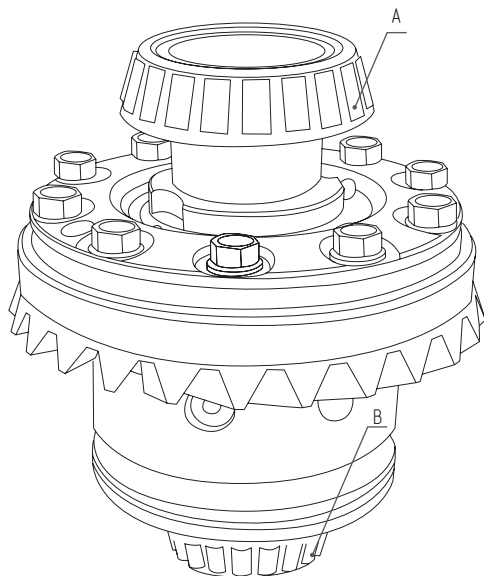

Рис. 5
- ① **ВАЖНО: Болты крепления ГП закручивайте без пружинных шайб. При установке болтов используйте неразъёмный фиксатор резьбы (см. раздел Материалы).**
4. Подшипник 6-7510 устанавливается со стороны главной пары (**рис 5, [А]**). Подшипник JLM-104948110 устанавливается со стороны муфты включения (**рис. 5, [В]**).